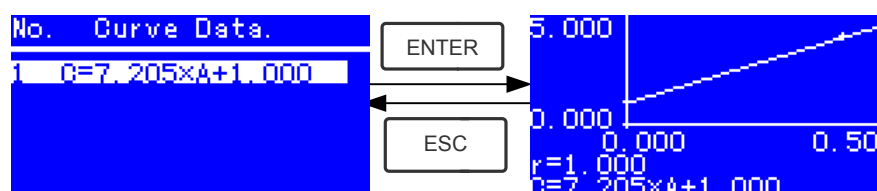

Fig. 4-14
- ★ Déplacer le curseur sur l'équation recherché et presser **Error! Objects cannot be created from editing field codes.** pour confirmer. La courbe correspondante sera affichée sur l'écran. (Fig. 4-14)